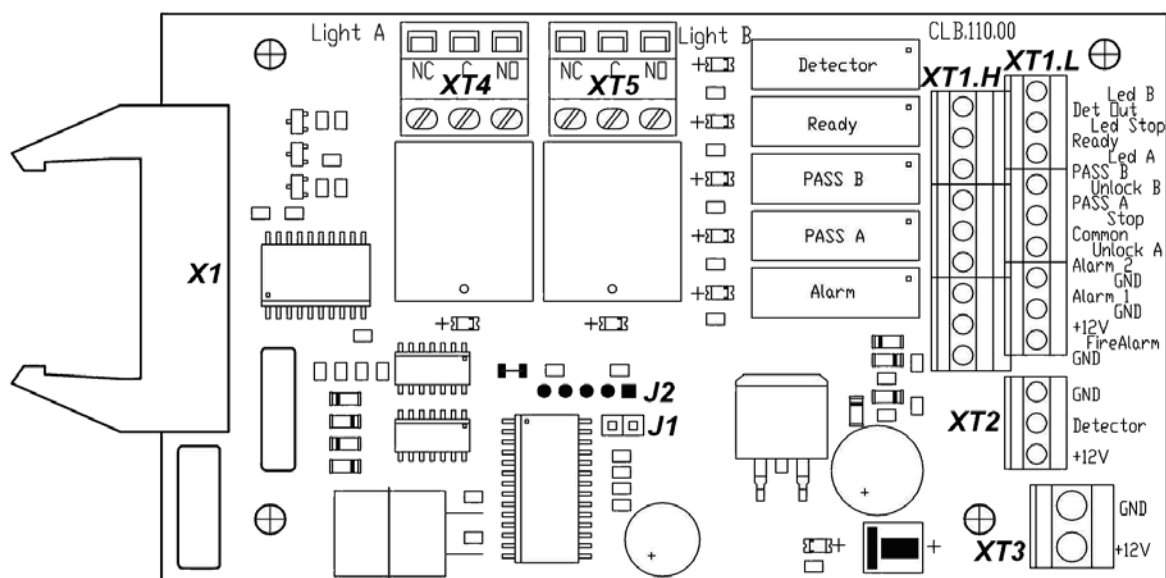
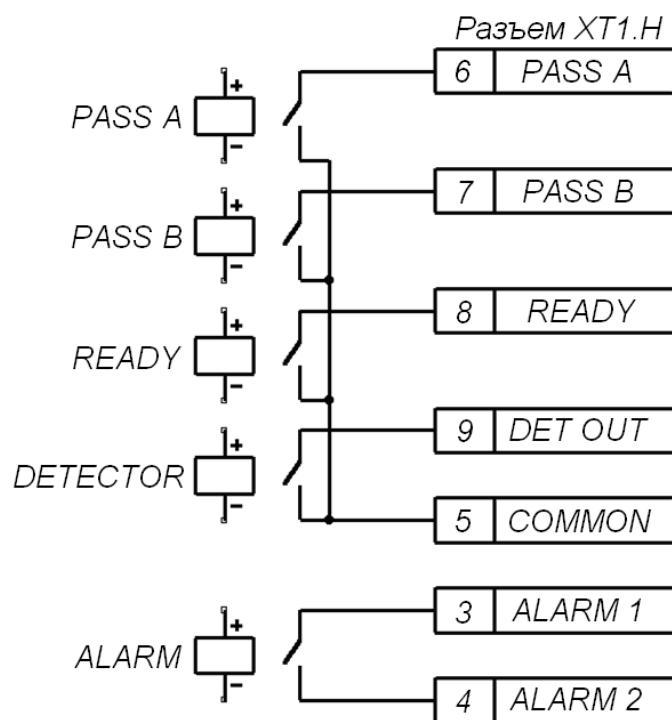

Рисунок 2. Внешний вид платы
Рисунок 6. Выходные каскады для *PASS A*, *PASS B*, *Ready*, *Det Out* и *Alarm*
5.2.5 На плате управления (см. рисунок 2) расположены:
5.4.3 Реле *PASS A* (контакты *PASS A* и *Common*), *PASS B* (контакты *PASS B* и *Common*), *Ready* (контакты *Ready* и *Common*), *Detector* (контакты *Det Out* и *Common*) и *Alarm* (контакты *Alarm 1* и *Alarm 2*) имеют нормально-разомкнутые контакты. При этом общий для этих реле контакт *Common* не соединен с минусом источника питания турникета. В исходном (неактивном) состоянии при включенном питании контакты реле *PASS A*, *PASS B*, *Ready* и *Detector* замкнуты (на обмотку реле подано напряжение), а контакты реле *Alarm* разомкнуты (напряжение на обмотку реле не подано). Факт срабатывания/отпускания реле *PASS A*, *PASS B*, *Ready*, *Detector* и *Alarm* можно определить по загоранию/гашению красных индикаторов, которые установлены вблизи указанных реле (см. рисунок 2). Выходные каскады для *PASS A*, *PASS B*, *Ready*, *Det Out* и *Alarm* – контакты реле (см. рисунок 6) со следующими характеристиками сигналов: